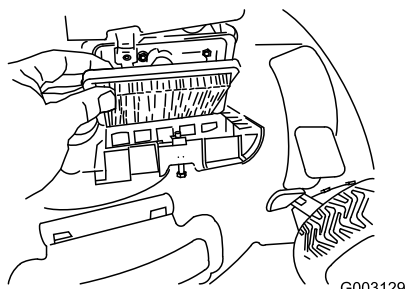

Figura 41
4. Montate il coperchio (Figura 41).